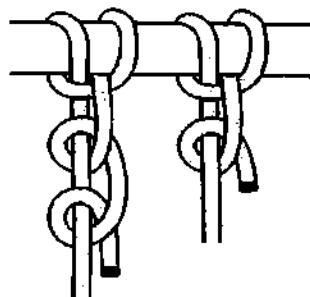

Рис. 546. **Мачтовый штык.**
**Мачтовый штык** – ещё одна разновидность **штыка с обносом** (рис. 546). **Мачтовый штык** представляет собой **выблиночный узел** с двумя контрольными полуштыками или даже два **выблиночных узла** – один узел завязан на опоре, а другой на коренном конце.